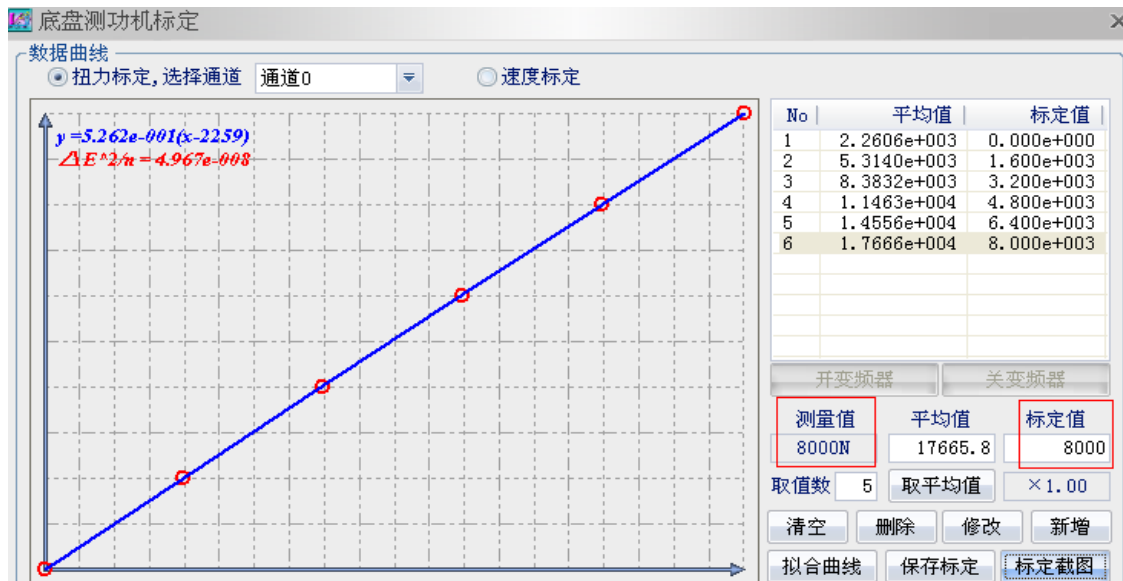

图 4.16
(8)、卸掉砝码盘上的所有砝码，退出“底盘测功机标定”界面，点击操作界面右侧的“仪器调零”，“仪器调零”完成后再点击“系统标定”进入“底盘测功机标定”界面并选择“扭力标定”，然后往砝码盘再依次放上 20Kg、40Kg、60Kg、80Kg 和 100Kg 砝码，此时“测量值”框会出现相应的扭力数值，如果各标定点的“标定值”与“测量值”（见图 4.16）误差范围在±1%以内，则说明扭力标定满足要求，如果误差范围超过±1%则重新标定，直至标定满足要求为止。